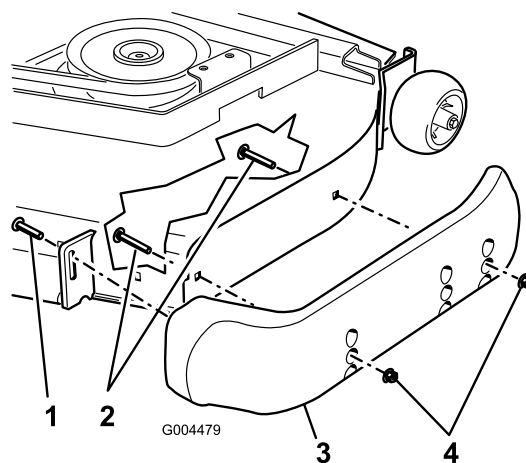

Figure 7
3. Desserrez la vis à l'avant de chaque patin. Les plateaux de coupe Guardian sont équipés de 2 patins et les plateaux de coupe à éjection latérale sont équipés de 1 patin (Figure 7).